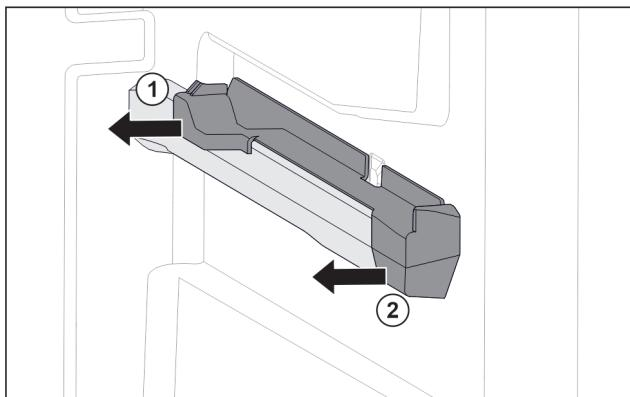

Fig. 75 Вставная часть на правом контейнерном ребре
- Отодвните вставную часть сзади в сторону. Fig. 75 (1)
- Отодвните вставную часть спереди в сторону. Fig. 75 (2)